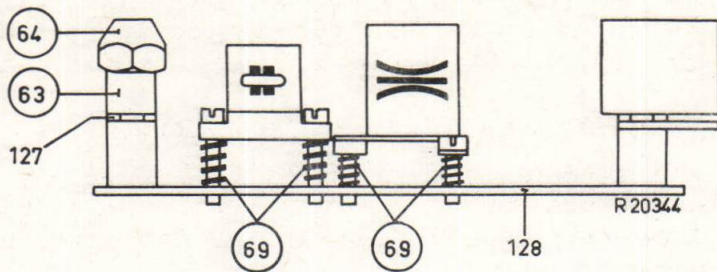

Fig. 8
De opname/weergavekop moet zó worden ingesteld, dat de bandgeleider van de kop zich op dezelfde hoogte bevindt als de bandgeleider, pos. 63. Tevens moet de luchtspleet loodrecht staan, fig. 8.